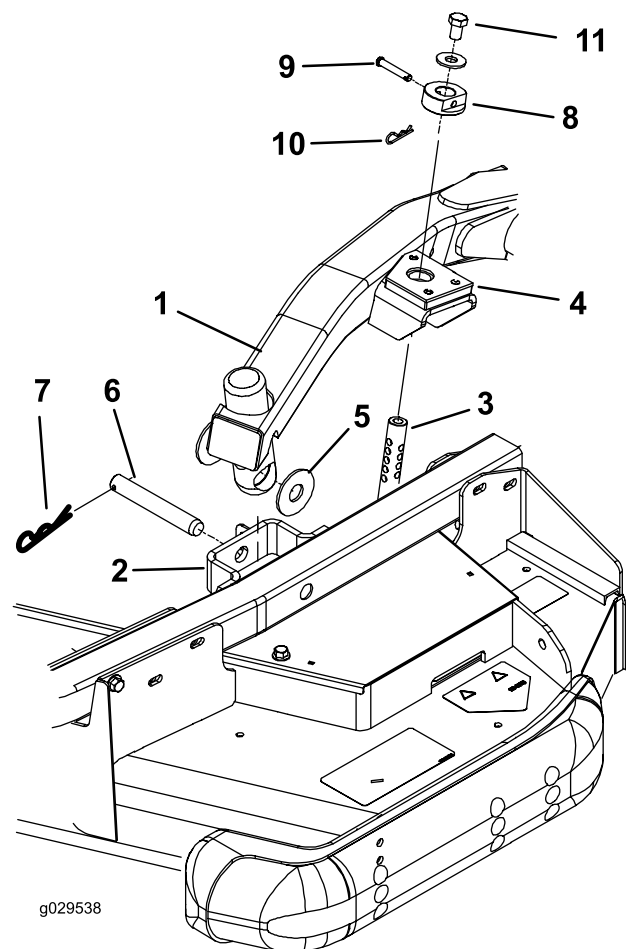

図 1
2. 各刈高ロッドの上部についているボルトとワッシャを外す 図 1。
3. 刈高カラーをカッティングデッキ後部の刈高ロッドに固定しているヘアピンコッターとクレビスピンを取り外す 図 1。
5. 昇降アームをキャスタームブラケットに固定しているヘアピンコッターとクレビスピンを外す 図 1。